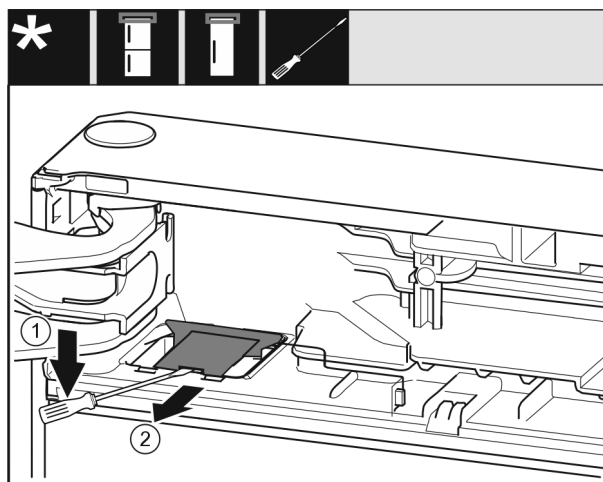

Fig. 10
- Utilice un destornillador de punta plana para soltar la cubierta Fig. 10 (1).
- Retire la cubierta Fig. 10 (2).